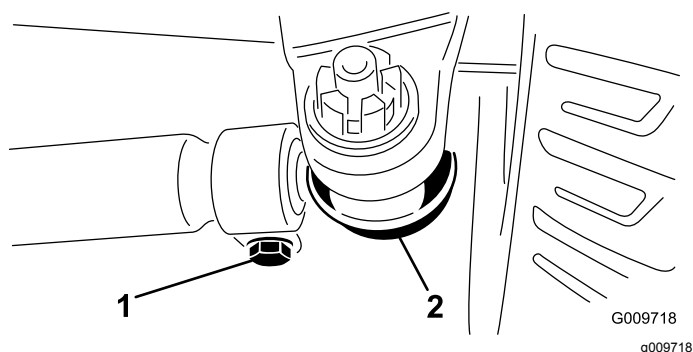

Bild 62
2. Entfernen Sie den Splint und die Mutter von einem der Spurstangen-Kugelgelenke (Bild 62). Entfernen Sie das Spurstangen-Kugelgelenk vom Achsständer.
3. Lockern Sie die Klemmen an beiden Enden der Spurstangen (Bild 62).